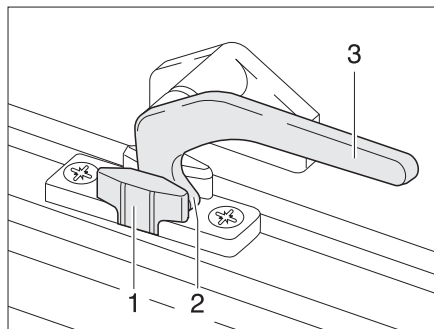

Fig. 67 Palanca de bloqueo en la posición de "ventilación continua"
- En la posición "ventilación continua" (Fig. 67)
- Girar la palanca de bloqueo (Fig. 67,3) un cuarto de vuelta hacia la mitad de la ventana.
- Girar de nuevo hacia atrás la palanca de bloqueo. El saliente de bloqueo (Fig. 67,2) se ha de introducir para ello en el rebaje del bloqueo de la ventana (Fig. 67,1).